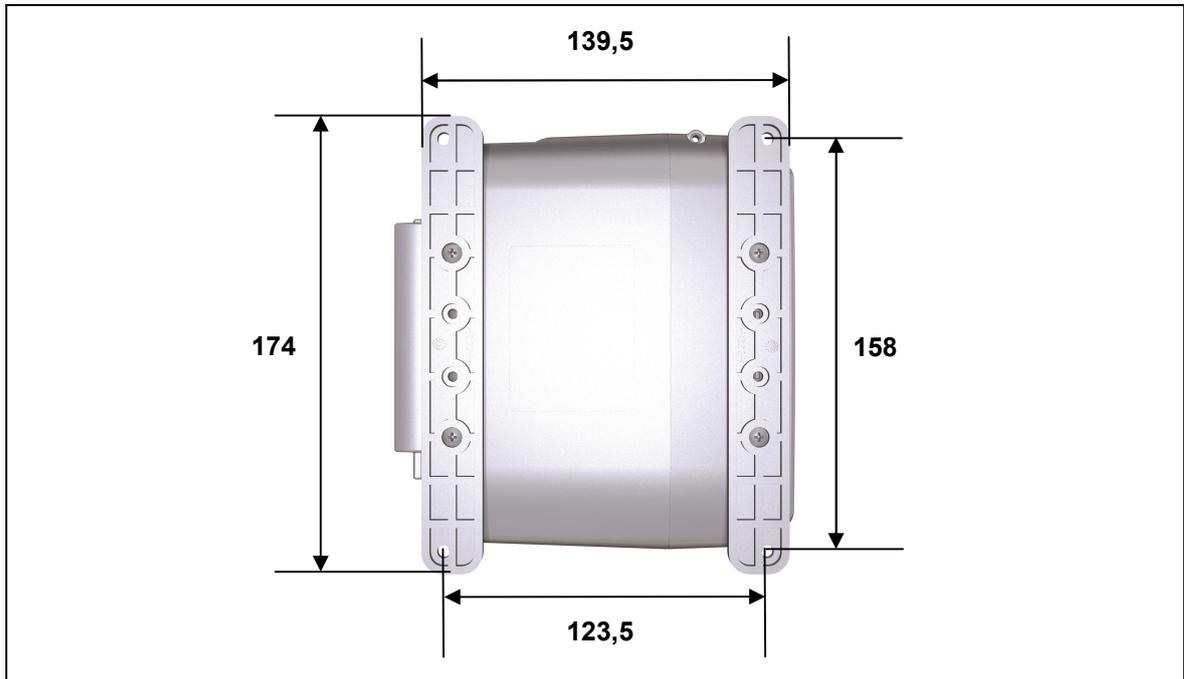
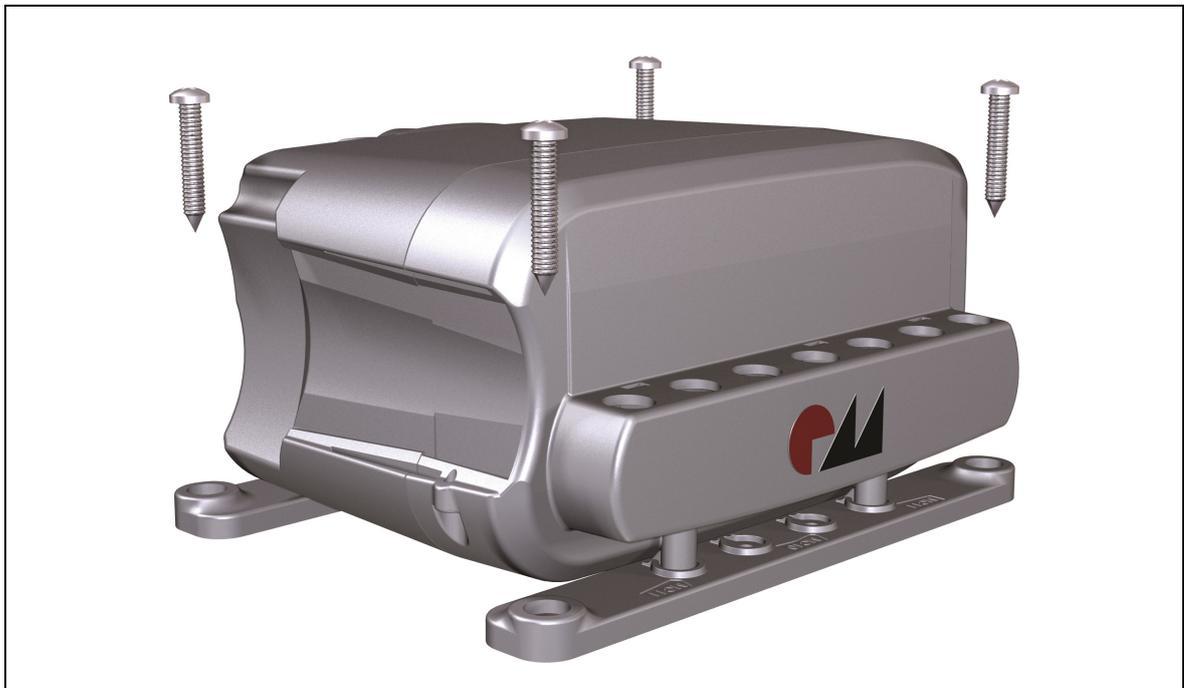

Abbildung 13 Montagemaße der Bohrungen, Ansicht von unten (Angaben in mm)
Abbildung 14 Montage der Steuerung MC11 an die Applikation
- 1 Montieren Sie die Steuerung mit vier geeigneten Schrauben (z.B. nach DIN 7981 mit \varnothing 4,8 mm und geeigneter Länge: 6 mm + Einschraubtiefe) an die Applikation, wie in Abbildung 14 dargestellt. Die Montagemaße entnehmen Sie der Abbildung 13.